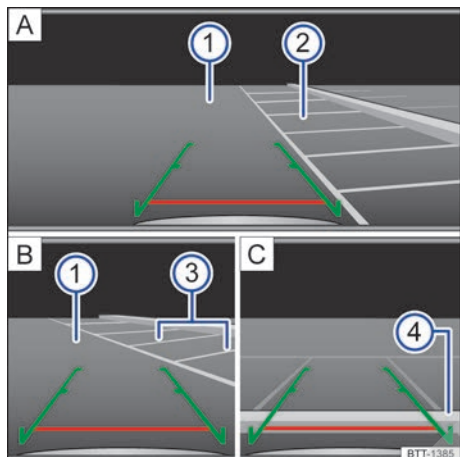

Fig. 152 Visualización en la pantalla del sistema de infotainment: aparcando con el asistente de marcha atrás (representación esquemática).
Legenda de la fig. 152:
2.	Sitúe el vehículo delante del hueco de aparcamiento → fig. 152 ②.
4.	Retroceda lentamente a la vez que gira el volante de manera que las líneas laterales verdes se introduzcan entre las líneas de delimitación del hueco de aparcamiento seleccionado ②. Tenga en cuenta el siguiente mensaje: ¡Compruebe la trayectoria! → ⚠ en Introducción al tema de la pág. 195!
5.	Oriente el vehículo en el hueco de aparcamiento seleccionado de manera que las líneas laterales verdes coincidan con las líneas de delimitación laterales ③.
6.	Detenga el vehículo, como muy tarde, cuando la línea horizontal roja haya alcanzado la delimitación trasera, p, ej., el bordillo de la acera ④.